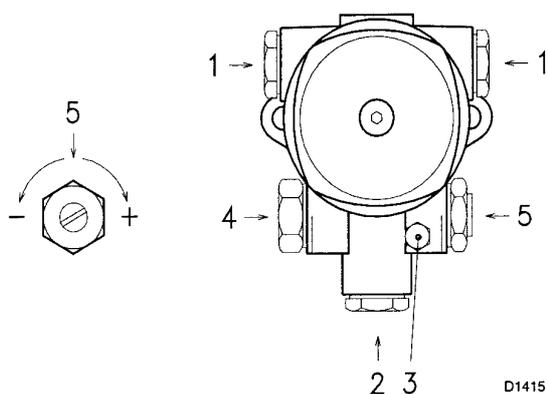

Рис. 22
НАСОС (Рис. 22)
- снимите колпачок со штуцера манометра (3) (рисунок 22), отвинтите на 2 – 3 оборота вентили (15) и (32) (рисунок 4) и подождите, пока из штуцера для манометра не начнет вытекать топливо;
ОБОЗНАЧЕНИЯ (Рис. 22)